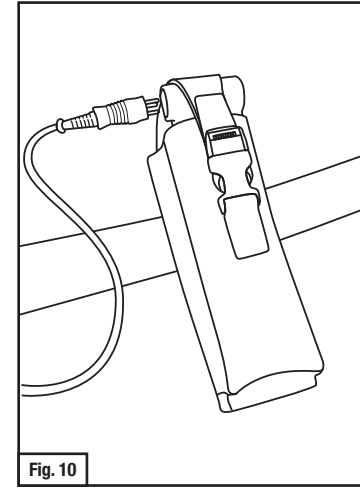

Fig. 10
- Conecte el cable de corriente GVP-610 al adaptador TR-659 (Fig 10). Conecte el extremo del socket al cable de corriente en el receptáculo de punta en la parte frontal del motor/ventilador GVP-100. Para encender el motor con ventilador, mantenga oprimido el botón del adaptador por 1/2 segundos. Cuando se haya encendido, la luz indicadora en el TR-659 debe centellar por aproximadamente un segundo y luego apagarse.